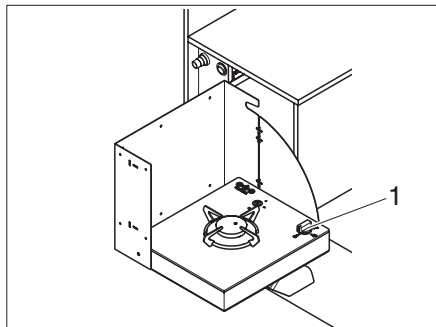

Fig. 77 Bouton rotatif
- ▶ Tourner le bouton rotatif (Fig. 77,1) en position d'allumage (grande flamme).
- ▶ Enfoncer le bouton tournant (Fig. 77,1) et le maintenir enfoncé.
- ▶ Lorsque la flamme est allumée, maintenir le bouton de commande (Fig. 77,1) enfoncé pendant 10 à 15 secondes supplémentaires jusqu'à ce que la soupape de sécurité d'allumage maintienne l'alimentation en gaz ouverte.
- ▶ Tourner le bouton tournant (Fig. 77,1) sur la position "0". La flamme s'éteint.